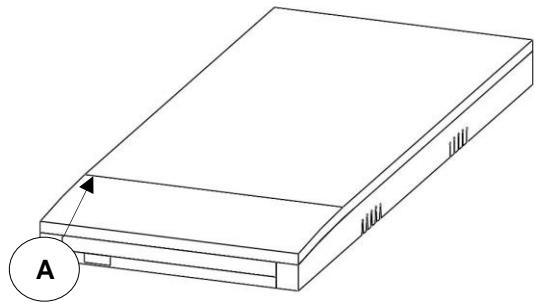

图 1
标准型号: 序列号 (A) 位于封套内的泡沫芯层上, 接近支撑面的右下端 (如图 1 所示)。要获得序列号, 将封套的拉链拉开一英尺左右以进入泡沫框。如果型号包含防火隔层, 序列号可通过防火隔层读取。